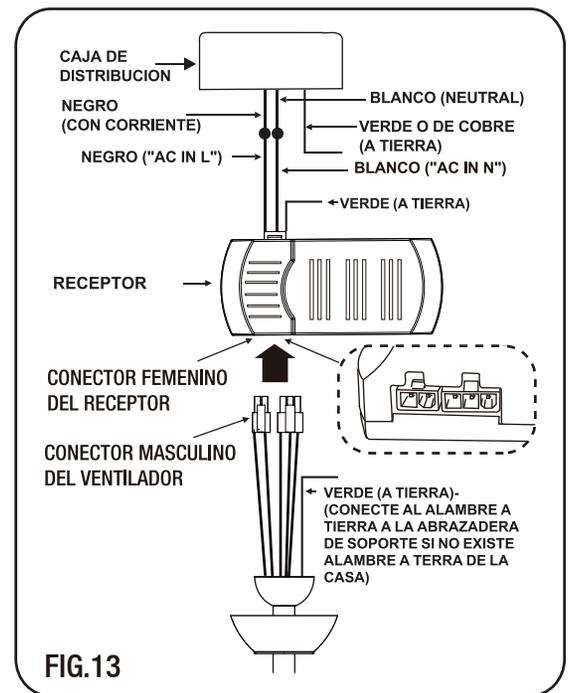

FIG.13
Paso 2: Conecte los conectores macho del ventilador a los conectores hembra del receptor. (Fig. 13)
Paso 3: Conexiones eléctricas de los cables de alimentación del receptor a la casa: Conecte el cable BLANCO (Neutro) de la caja de salida al cable BLANCO marcado como "AC en N" del receptor. Conecte el cable NEGRO (vivo) de la caja de salida al cable NEGRO marcado como "AC en L" del receptor. Asegure todas las conexiones de cables con las tuercas de plástico para cables provistas. (Fig. 13)
Paso 4: Si su caja de distribución tiene un cable a TIERRA (verde o cobre desnudo), conecte este cable a la bola del colgador, al colgador Soporte y cables de tierra del receptor. Si su caja de salida no tiene un cable de tierra, entonces conecte la Bola de Suspensión, El soporte de suspensión y la conexión a tierra del receptor se juntan. Asegure la conexión del cable con la tuerca de plástico para cable provista. (Fig.13)